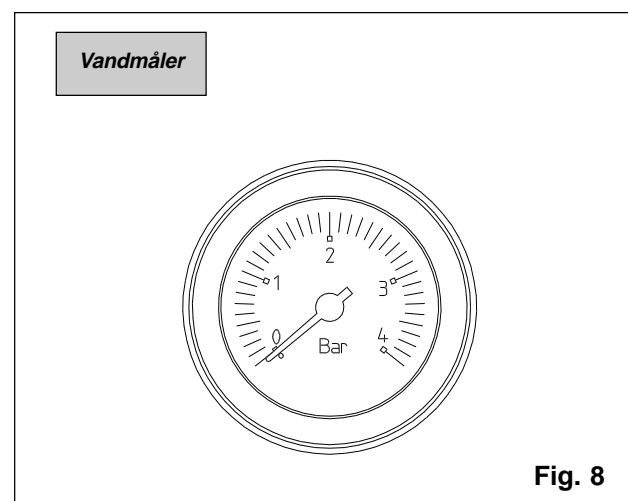

Fig. 8
- drej den automatiske luftudledningsventils hætte (A) 2-3 omgange;
- åbn for anlæggets ydre påfyldningshane, indtil trykket angivet på vandmåleren når omtrent 1 bar (fig. 8).